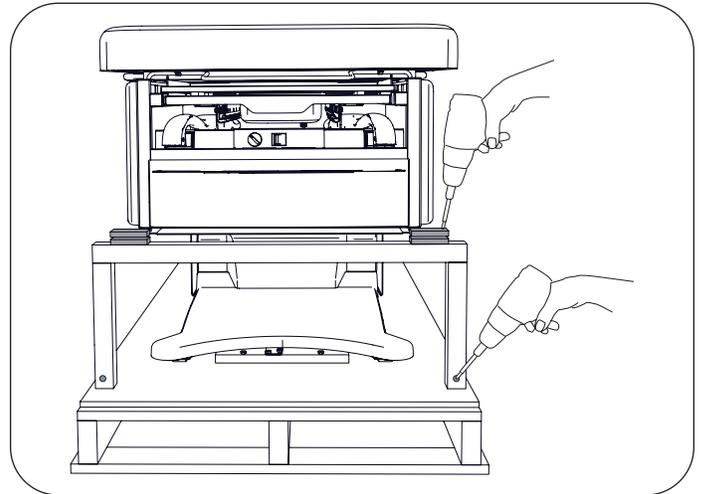

**Figure 5. Attache du modèle Flex PLUS**
5. Sur les tables Flex PLUS, retirer les deux vis et l'attache métallique qui maintiennent le châssis de la table sur la palette (Figure 5).